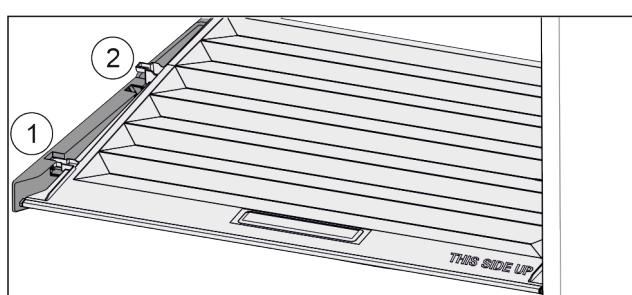

Fig. 161
- Издърпайте напред Fig. 161 (1) капака до отвора в задържащите части.
- Повдигнете го отзад отдолу и отстранете Fig. 161 (2) нагоре.